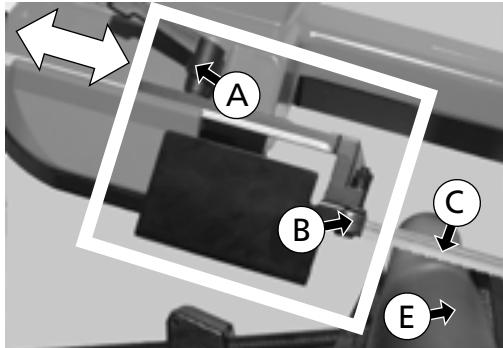

Abb. 23
- Den Griff (A) lockern (Abb. 23).
Elemente auf Abb. 23 - 24